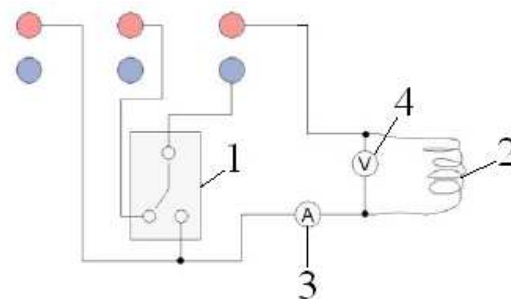

Рис. 2. Электрическая схема включения измерительного прибора (1), нагревателя (2), амперметра (3) и вольтметра (4).
Электрическая схема включения измерительного прибора, вольтметра, амперметра и нагревателя показана на рис. 2.
4.1.2. Подсоедините провода для измерения тока и напряжения к измерительному прибору, амперметру и вольтметру по схеме на рис. 2 .
4.2.3. Подсоедините провода для измерения тока и напряжения к измерительному прибору, амперметру и вольтметру по схеме на рис. 2 .